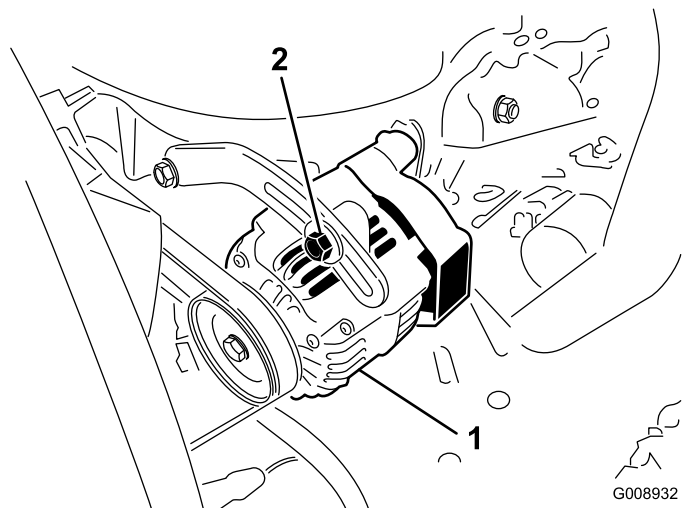

Figure 81
2. Si vous n'obtenez pas une flèche de 10 mm, desserrez les boulons de fixation de l'alternateur (Figure 81).